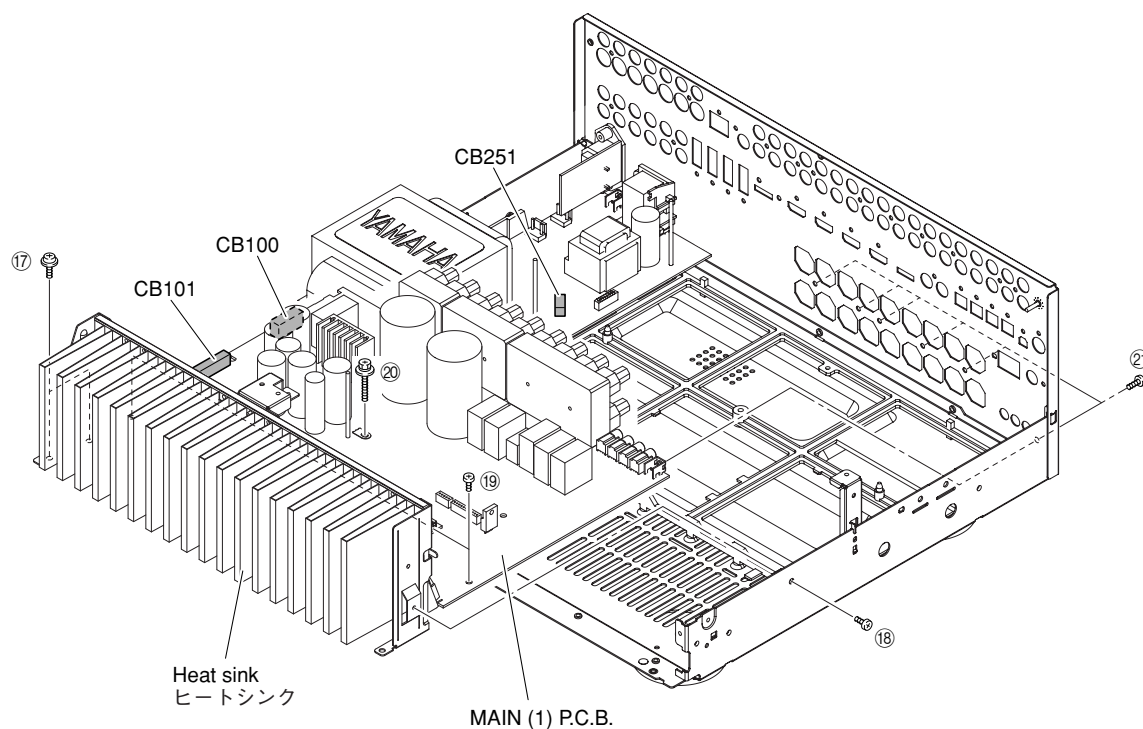

Fig. 8
- Remove 2 screws (17), screw (18), 2 screws (19) and screw (20). (Fig. 8)
- Remove 6 screws (21). (Fig. 8)
- Remove CB100, CB101 and CB251. (Fig. 8)
- Remove the MAIN (1) and (2) P.C.B.s together with heat sink. (Fig. 8)
- ⑪のネジ2本、⑫のネジ1本、⑬のネジ2本、⑭のネジ1本を外します。(Fig. 8)
- ⑮のネジ6本を外します。(Fig. 8)
- CB100、CB101、CB251を外します。(Fig. 8)
- MAIN(1)、(2)P.C.B.をヒートシンクと一緒に取り外します。(Fig. 8)